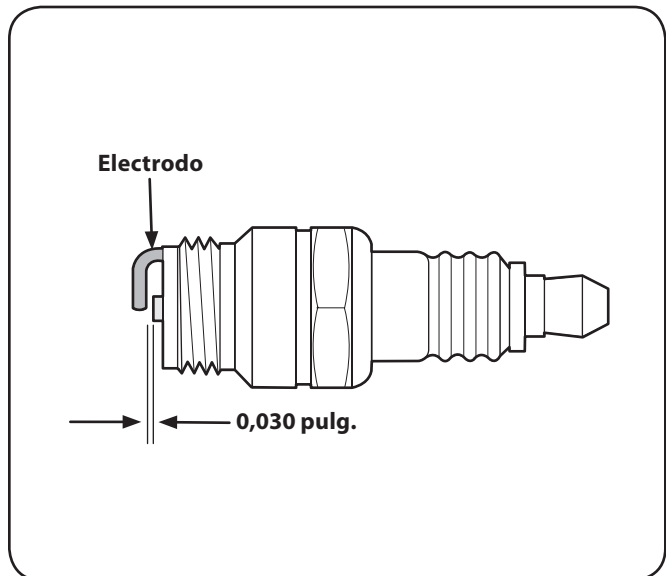

Figura 6-5
3. Mida la separación de bujía con un calibre. Corrija de ser necesario torciendo el electrodo lateral. Vea la Figura 6-5. La separación debe establecerse en 0,030 pulg.